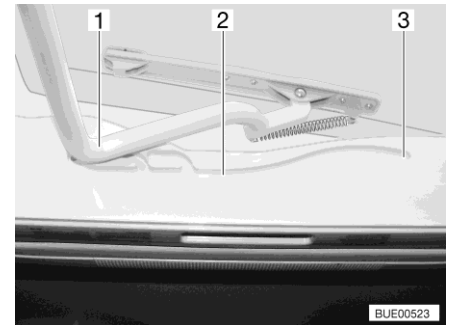

Bild 120 Führung (Heki-Dachhaube)
- Den Bügel (Bild 120,1) in den Führungen (Bild 120,2) bis in die hinterste Position (Bild 120,3) ziehen.
- Den Bügel (Bild 120,1) mit beiden Händen leicht nach oben drücken.
- Den Bügel in den Führungen (Bild 120,2) bis zur gewünschten Stellung ziehen.